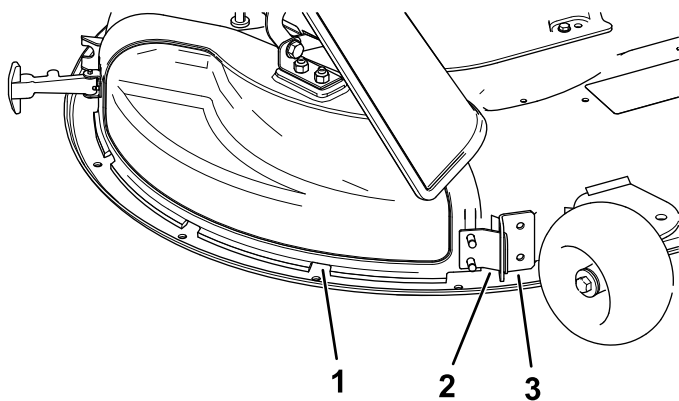

Figura 12
5. Oriente a patilha de metal na cobertura de descarga para fora da ranhura no suporte soldado à plataforma do cortador (Figura 12).